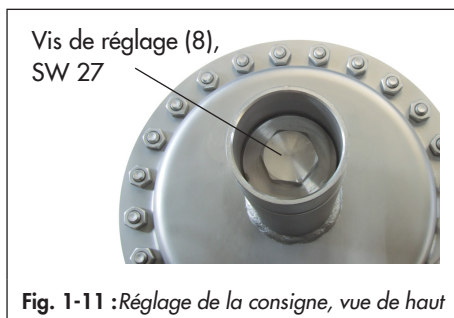

Fig. 1-11 : Réglage de la consigne, vue de haut
Pour régler la consigne voulue (voir Fig. 1-11), contraindre les ressorts de consigne (7) en tournant la vis de réglage (8) à l'aide d'une clé à douille adaptée (SW 27).
1. Retirer le couvercle (12).
2. Tourner la vis de réglage (8) à l'aide d'une clé à douille d'ouverture 27. Tourner dans le sens horaire (↻) pour augmenter la consigne de pression (augmentation de la pression amont). Tourner dans le sens anti-horaire (↺) pour réduire la consigne de pression (réduction de la pression amont).